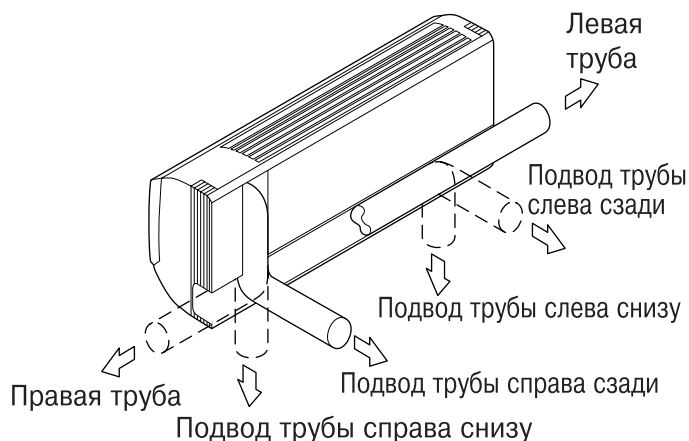
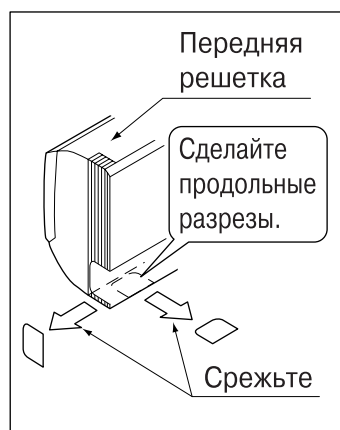

Рис. 3
Рис. 4
(1) Откройте отверстие для трубопровода.
- Трубопровод для хладагента и дренажную трубу можно вывести в 6 направлениях: слева, снизу слева, сзади слева, справа, снизу справа и сзади справа. **(См. рис. 3)**
- С использованием бумажного шаблона для монтажа (3) выберите направление для вывода трубопроводов и проделайте отверстие (φ80) в стене. Проделайте отверстие таким образом, чтобы обеспечить наклон дренажного трубопровода в нисходящем направлении. (См. раздел “ 6. РАБОТА С ДРЕНАЖНЫМ ТРУБОПРОВОДОМ”)
(2) Прикрепите к стене.
- (a) Проконтролируйте расположение отверстия, сверяя его с имеющимся бумажным шаблоном для монтажа (3).
- (b) Временно прикрепите установочную панель (1) на месте установки на бумажном шаблоне для монтажа (3) и используйте уровень для того, чтобы обеспечить расположение дренажного шланга горизонтально или слегка с наклоном.
- (c) Прикрепите установочную панель (1) к стене с использованием винтов или болтов.
- С использованием станковых винтов для установочной панели (2) прикрепите панель при помощи не менее 4 винтов с каждой стороны (всего 9 винтов) на рекомендуемую подкладку установки на прилагаемом бумажном шаблоне для монтажа (3).
(3) Если для трубопровода используется положение слева, снизу слева, справа или сверху справа, проделайте сквозное отверстие для трубопровода в передней решетке. (См. рис. 4)